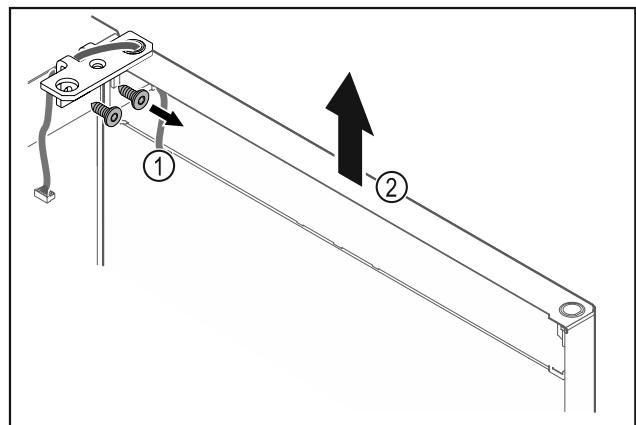

Fig. 24
- ▶ Odskrutkujte uholník závesu Fig. 24 (1).
- ▶ Zdvíhnite dvere vrátane uholníka závesu Fig. 24 (2) cca 200 mm nahor a odoberte ich.